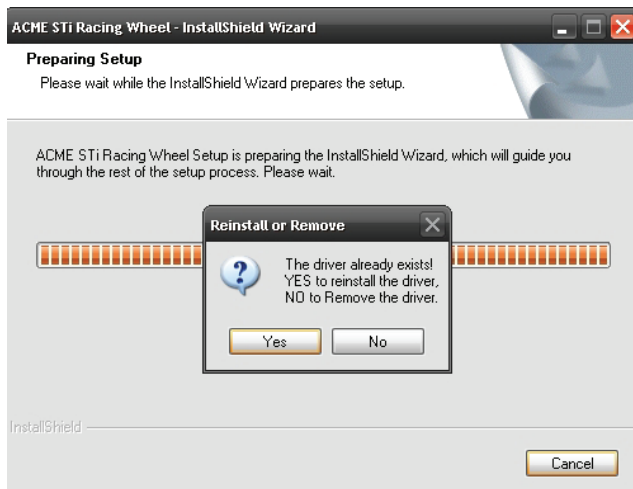

Figura 7
- Rulați din nou driverul. Faceți clic pe NO (NU) pentru eliminarea driverului. Faceți clic pe YES (DA) pentru a reinstala driverului. (Consultați Figura 7 de mai jos.)